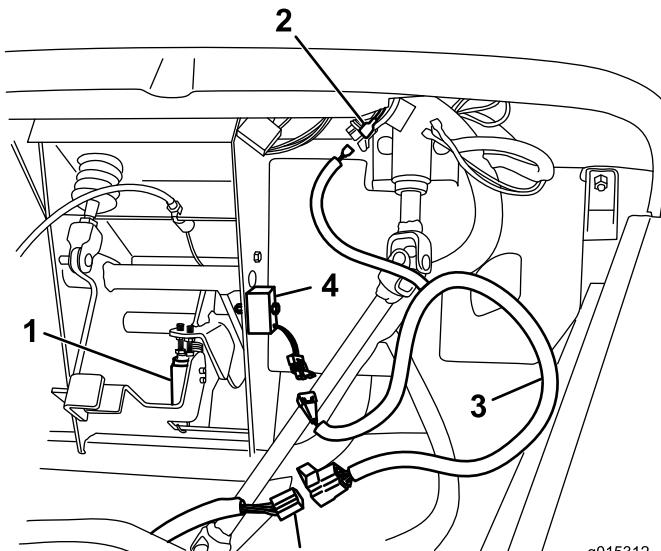

Figura 1
- Fixe o módulo de arranque por chave na estrutura do conjunto do pedal utilizando um parafuso (1/4 x 1-3/8 pol.) e porca flangeada (1/4 pol.) como se mostra em Figura 1.
- Desligue o conector da cablagem existente do interruptor do pedal (Figura 1).
- Localize a cablagem frontal de arranque por chave (Figura 1) nas peças soltas.
- Ligue a cablagem frontal do arranque por chave ao módulo de arranque por chave com o conector correspondente e ligue a extremidade oposta ao conector de cablagem existente (Figura 1).
- Localize o cabo da cablagem existente rotulado Key Start (arranque por chave). Ligue o cabo key start da cablagem de arranque por chave frontal ao cabo rotulado no veículo (Figura 1).